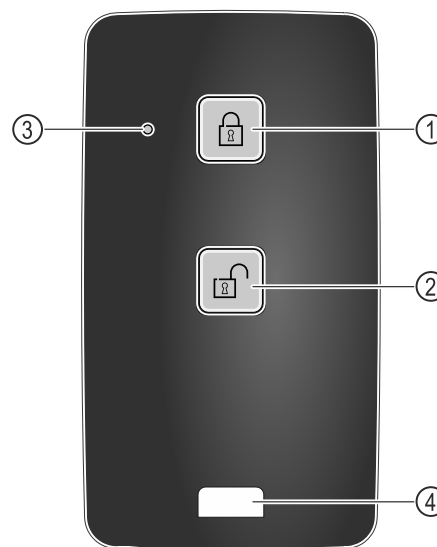

Fig. 245
- (1) Zamknutie zámku
- (2) Odomknutie zámku
- (3) LED stavu
- (4) Upevňovacie oko
- Stlačte tlačidlo Fig. 245 (1) na diaľkovom ovládaní.
- Stlačte tlačidlo Fig. 245 (2) na diaľkovom ovládaní.
- LED stavu Fig. 245 (3) vydá po stlačení tlačidla optickú odozvu.
- Oko Fig. 245 (4) na upevnenie diaľkového ovládania, napríklad na zväzku kľúčov.